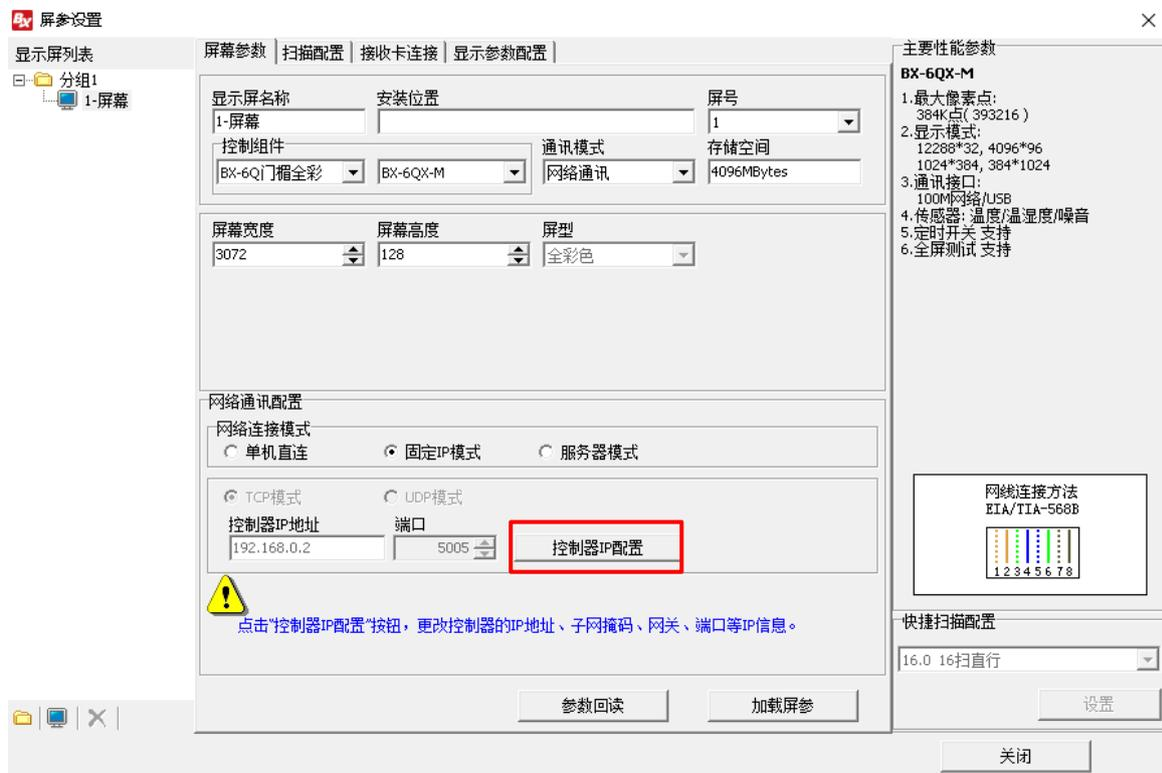

图 5
1. 在网络连接模式选择“固定 IP 模式”后，点击“控制器 IP 配置”，如下图 5 所示：